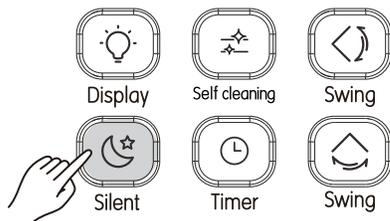

Figura 3.14
1. Cuando la unidad está en modo Cool o Heat, presione (consulte la Figura 3.14) para iniciar la función Silent. La pantalla muestra el ícono ;